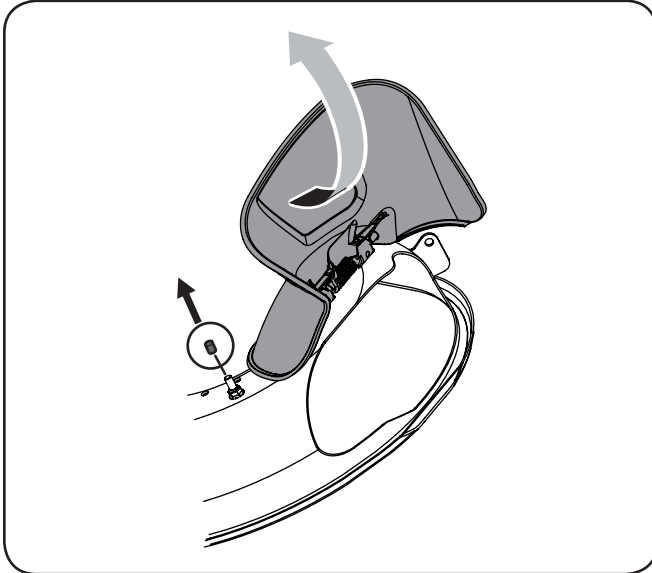

Figura 1-3
1. Haga pivotar el deflector del canal de descarga hacia arriba y quite la cubierta protectora de la clavija roscada que se encuentra en la superficie de la plataforma. Consulte Figura 1-3.